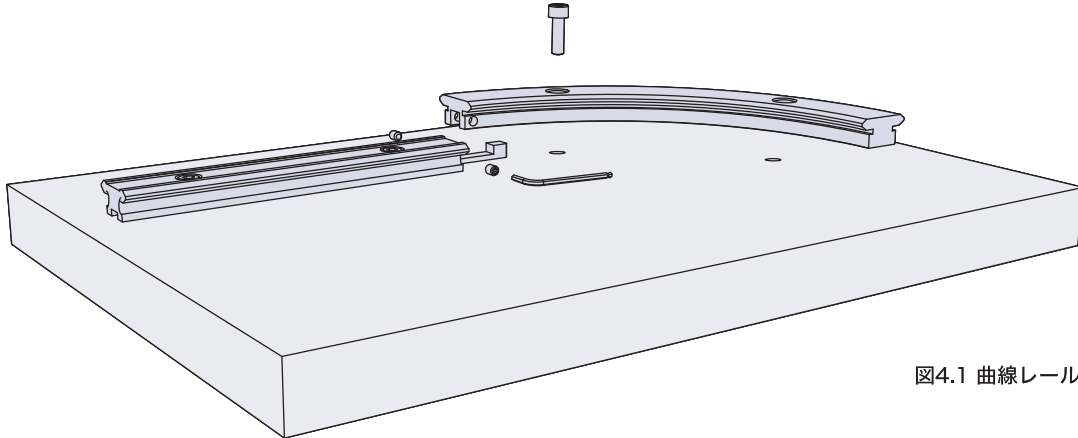

図4.1 曲線レールの取り付け
- 4.1 直線レールが固定されたら、曲線レールを取り付けます。調整キーを直線レール底部の溝に挿入し、曲線レールを所定の位置に配置し仮締めします。(図4.1)。曲線レール底部の溝は調整キーの幅より大きいため調整ネジにより曲線レールの位置を調整することができます。